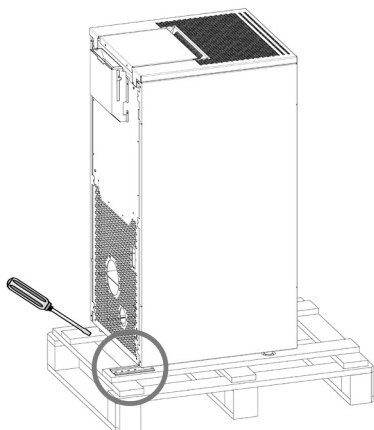

Fig. 1 - Borttagning af beslagene
- Fjern beslagene der blokerer ovnens fødder (se **Fig. 1**). Fortsæt herefter med afmontering af ovnen fra pallen.